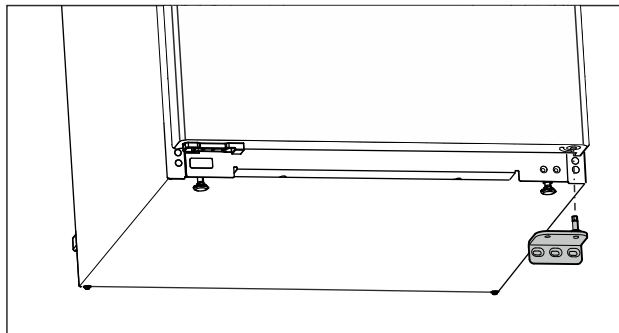

Fig. 7
- ▶ Odoberte ložiskovú konzolu smerom nadol. (pozri Fig. 7)